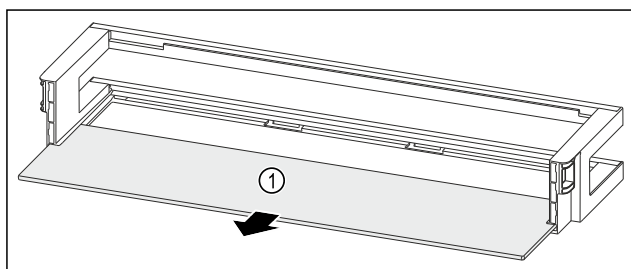

Fig. 116 Odkladací priestor vo dverách s odkladacou plochou
- Odoberte odkladaciu plochu Fig. 116 (1).